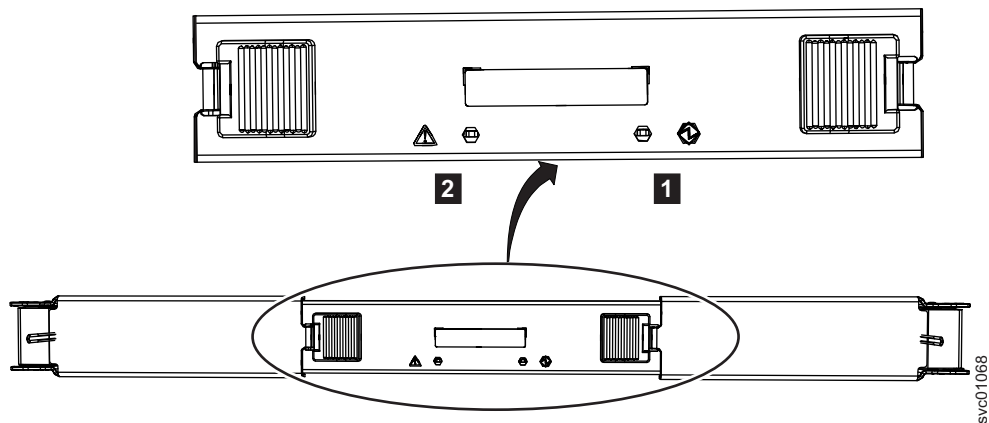

图 87. 辅助扩展器模块上的指示灯
2. 识别要更换的辅助扩展模块；第 84 页的图 87 显示了辅助扩展器模块顶部的指示灯。